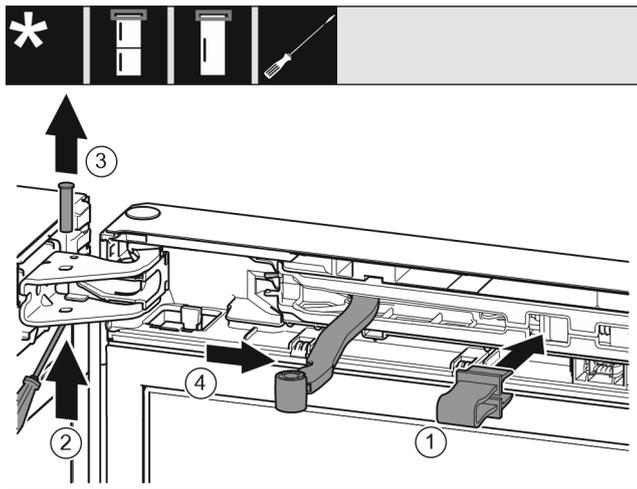

Fig. 9
- ▶ Innestare il fusibile Fig. 9 (1) nell'apertura.
- ▶ Estrarre il perno Fig. 9 (2).
- ▶ Rimuovere il perno Fig. 9 (3) verso l'alto.
- ▶ Ruotare il giunto Fig. 9 (4) in direzione della porta.